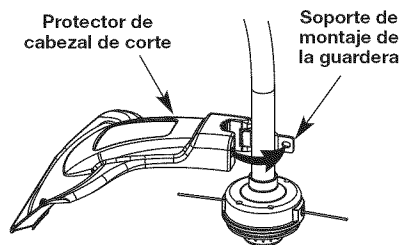

Fig. 1
1. Coloque el protector de cabezal de corte en el bastidor del eje. Cerciérese de que el soporte de montaje de la guardera se deslice en la ranura situada en el borde del protector de corte. Gire el protector en sentido antihorario hasta que quede en su lugar (Fig. 1). Los